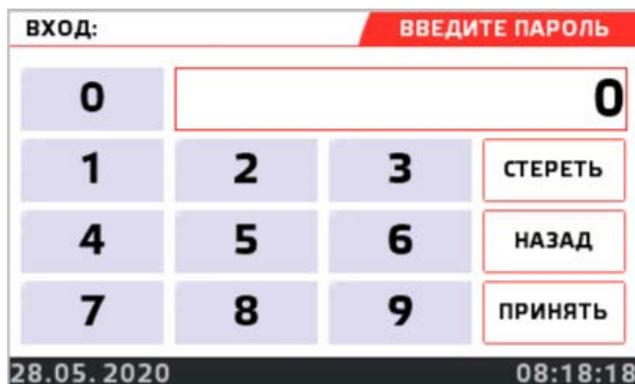

Рисунок 8. Экран ввода пароля.
- 3) Вход в меню настроек защищен паролем. После нажатия кнопки «НАСТРОЙКА» на дисплее КП исп. А появится экран ввода пароля, представленный на рис. 8.